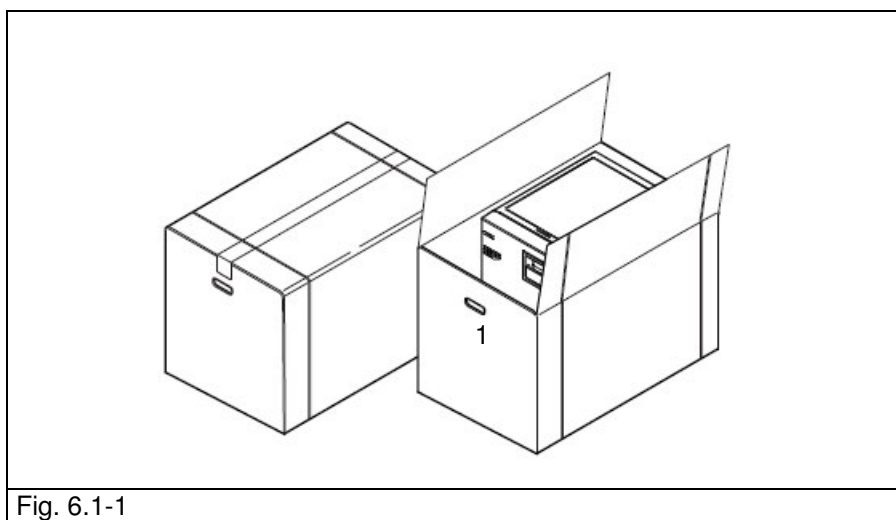

Fig. 6.1-1
L'emballage et l'appareil sont délicats, les manipuler avec soin. Transporter sans secousses, ni chocs. **LES POIGNÉES DE L'EMBALLAGE (rep. 1 de Fig. 6.1-1) SERVENT UNIQUEMENT POUR LES OPÉRATIONS DE LEVAGE VERTICAL.** Conserver dans un endroit sec et protégé. **L'emballage doit être conservé durant toute la période de garantie.**
- Enlever les agrafes qui ferment la partie supérieure de l'emballage en carton (Fig. 6.1-1).